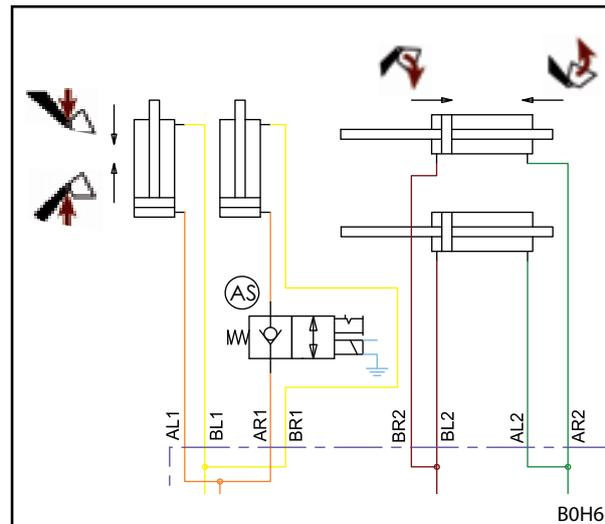

Fig. 157 Plano hidráulico da proteção de rebaixamento
**i** Fig. 157 mostra uma secção do plano hidráulico para a proteção de rebaixamento opcional. Consoante o carregador frontal, o resto do diagrama hidráulico corresponde à apresentação em 11.4.1 Esquema hidráulico FS e 11.4.2 Esquema hidráulico FZ e FZ-L.